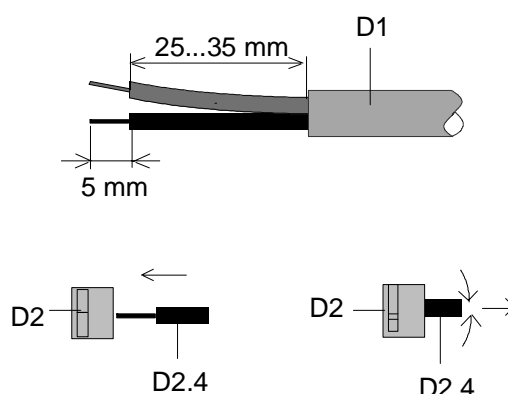

Bild 4: Anschließen/Abklemmen der Busleitungen
#### Anschließen der Busleitung (Bild 4)
- Den Mantel der abisolierten Busleitung (Bild 4) mit >3mm Überstand in den offenen Klemmschlitz (C4) drücken. Beim Anschluß einer zweiten Busleitung den geschlossenen Klemmschlitz mit einem Schraubendreher freibrechen und wie oben beschrieben in den Klemmschlitz drücken. Die Buseinzeladern in die Vertiefung unterhalb der Busklemme drücken und die Abdeckung (C1) aufsnappen.
#### Abklemmen der Busleitung (Bild 4)